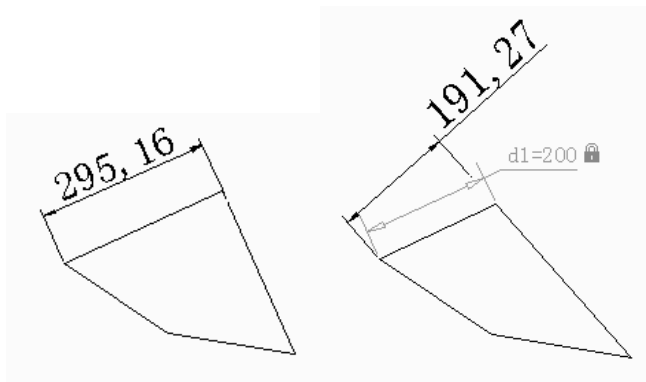

图 4-19 添加“对齐”标注约束
(1) 对象：选择对象而非约束点。按“Enter”键或单击下拉列表以选择对象。
(2) 点和直线：选择一个点和一个直线对象。对齐约束可控制直线上的某个点与最接近的点之间的距离。
(3) 两条直线：选择两个直线对象。这两条直线将被设为平行，对齐约束可控制它们之间的距离，示意图如图 4-19 所示。